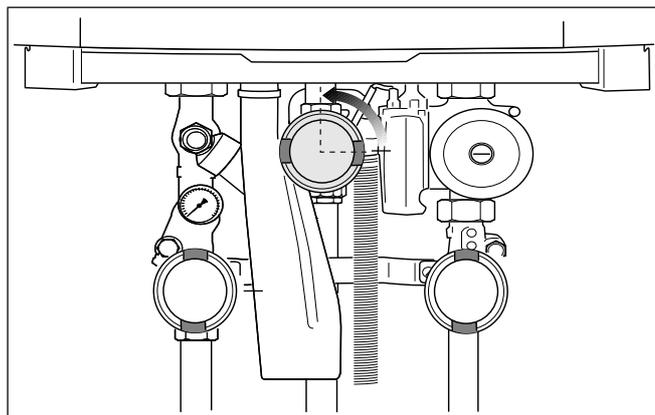

Fig. 55 Aprire il rubinetto del gas
- Aprire lentamente il rubinetto del gas, premendolo e ruotarlo di  $\frac{1}{4}$  di giro verso sinistra (fig. 55).
- Riaprire il rubinetto del gas premendolo e ruotarlo di ¼ di giro verso sinistra (fig. 55).